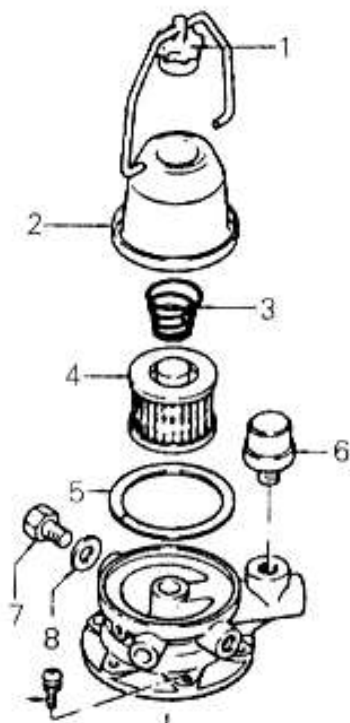

Рис. 1-7
- Снимите пробку сливного отверстия 7 (рис. 1-7) и слейте бензин из сопла полностью.
(2) Обслуживание топливного фильтра дизельного двигателя